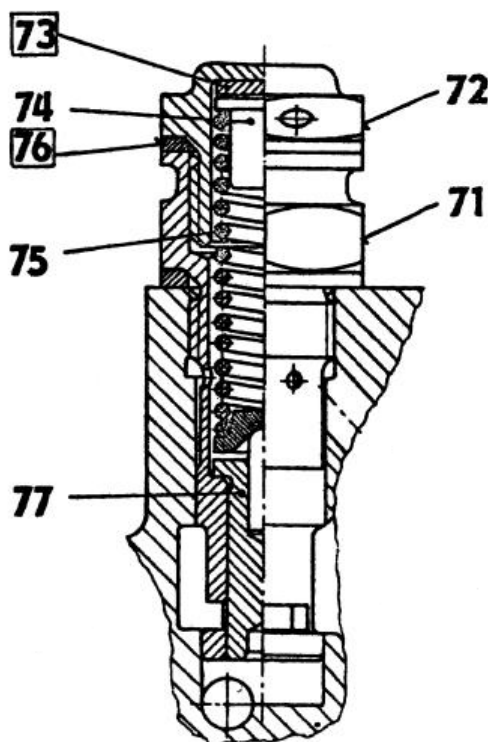

Рисунок 11-35 Редукционный вентиль
- (3) Регулировка макс. давления регулятор элементом 73 и 76 редукционного вентиля - Рисунок 11-35